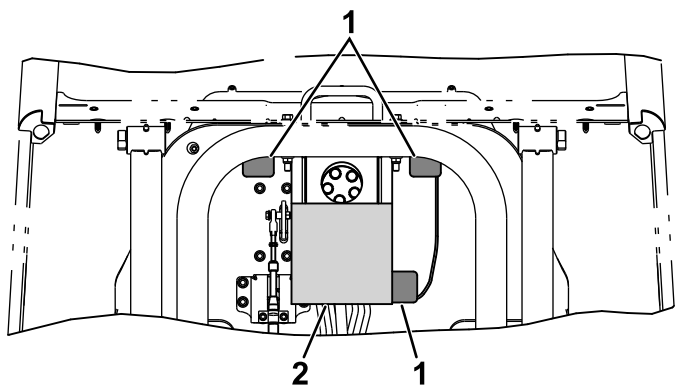

**Figura 5**
5. Instale el bloque inferior de la dirección, como se muestra en la Figura 5. Asegúrese de que se adhiera bien al bloque superior de la dirección.